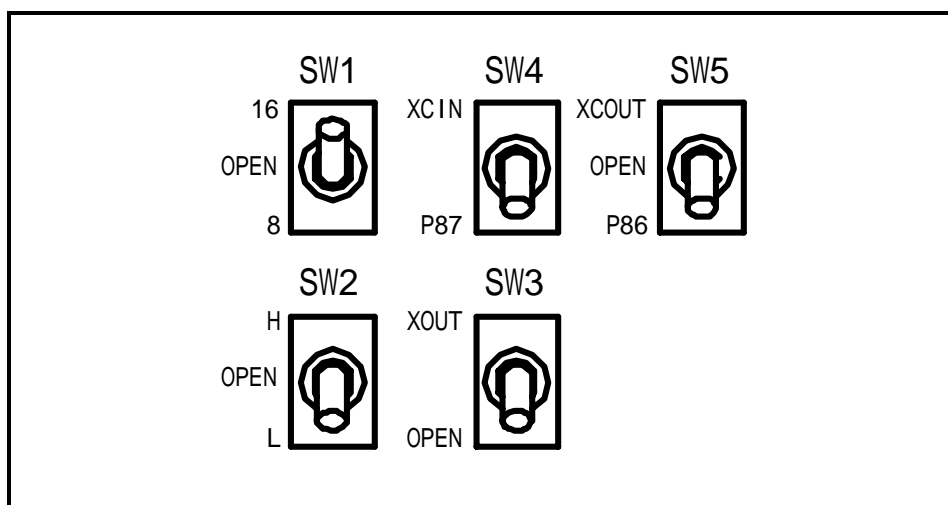

図 4.3 セルフチェック時のスイッチ設定
- ①エミュレーションポッド内のスイッチ設定を出荷時の設定(図 4.3)にしてください。
- ②ターゲットシステムが接続されている場合は、ターゲットシステムを外してください。
- ③電源投入後、2秒以内にPC4701 フロントパネルのシステムリセットスイッチを押し、メンテナンス用の特殊モードに切り替えます。
- ④“SAFE”のLEDが点滅開始するのを確認後、もう一度システムリセットスイッチを押ししてください。
- ⑤セルフチェックを開始します。約40秒で正常終了表示されればセルフチェック終了です。
- 本製品内部のスイッチが出荷時の設定(図 4.3)になっているかご確認ください。